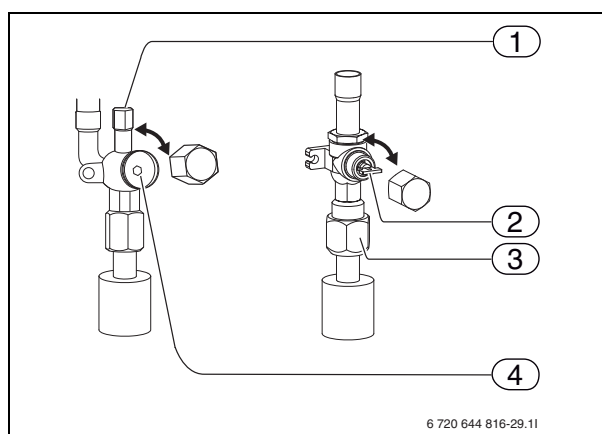

Fig. 18 Vannes d'arrêt
- Déposer le couvercle et raccorder la pompe à vide à la porte d'entretien de la vanne d'arrêt (→ [1], Figure 18)
- Ouvrir la vanne d'arrêt en dévissant la vis (→ [2], Figure 18) jusqu'à la position de butée avec une clé à six pans de 5 mm (ODU 5 – 7,5) ou en tournant la poignée (ODU 10 – 12).
- Ouvrir la vanne d'arrêt en dévissant la vis (→ [4], Figure 18) dans le sens antihoraire jusqu'à la position de butée avec une clé à six pans de 4 mm.